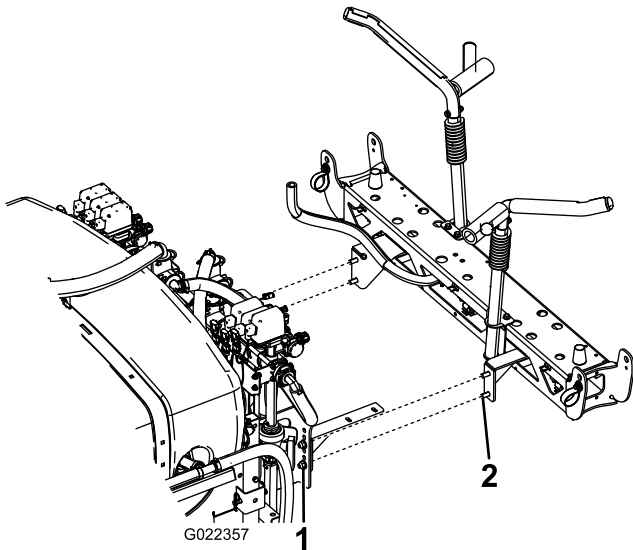

Figura 19
2. Monte el conjunto de brazos central a través del tercer taladro contando desde abajo de los soportes del conjunto del sistema de fumigación, según se muestra en Figura 19, con 4 pernos ( $\frac{1}{2}$ " x  $1\frac{1}{4}$ ") y cuatro contratuercas ( $\frac{1}{2}$ ").